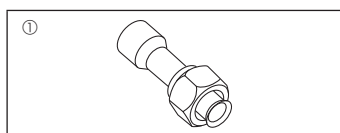

Fig. 1-1
1.6. Tilbehør til utendørsenheten (Fig. 1-1) (SHW230)